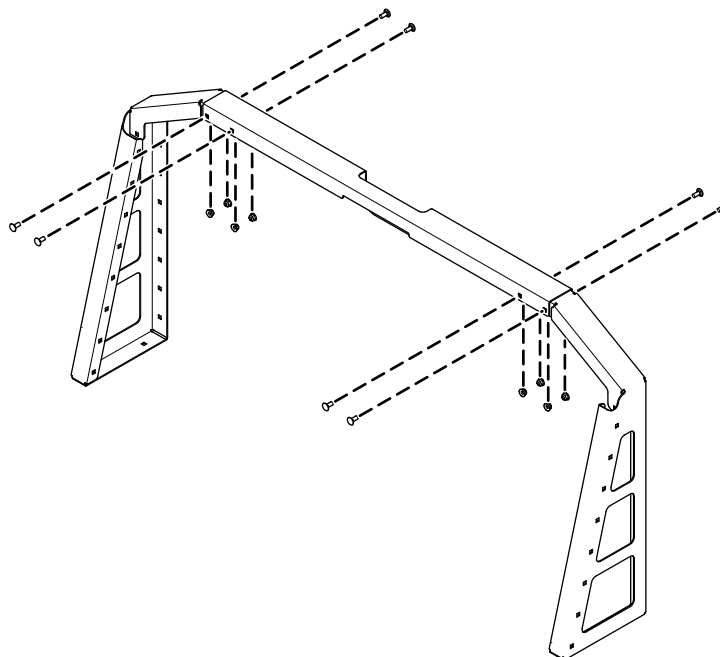

Bild 1
1. Befestigen Sie das linke und das rechte Seitenregal locker an dem Mittelbügel mit 8 Schlossschrauben (5/16" x ¾") und 8 Sicherungsmuttern (5/16"), wie in Bild 1 dargestellt.